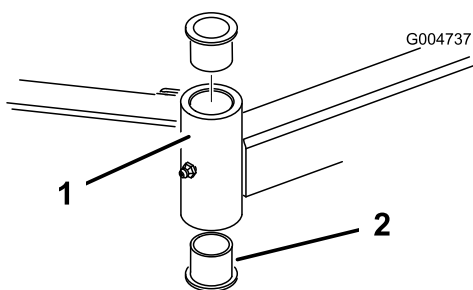

Figura 107
4. Introduza um punção para cavilhas na zona superior ou inferior do tubo de montagem e retire o casquilho para fora do tubo (Figura 107). Retire igualmente o outro casquilho do tubo. Limpe o interior dos tubos para remover a sujidade.